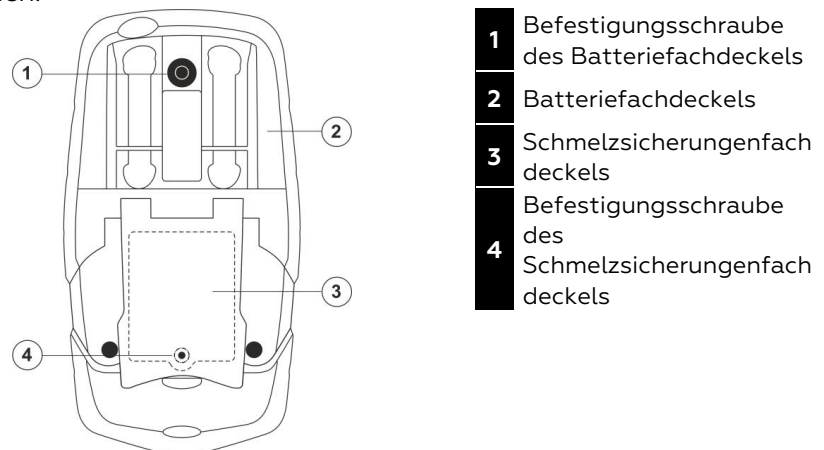

Fig. 10: Ersatz der Batterien und der inneren Schmelzsicherungen
3. Schrauben Sie die Befestigungsschraube des Batteriefachdeckels (siehe Fig. 10 – Teil 1) auf der hinteren Oberseite des Gerätes auf und entfernen Sie den Deckel.
2. Schrauben Sie die Befestigungsschraube des Schmelzsicherungenfachdeckels unter dem Ständer des Gerätes (siehe Fig. 10 – Teil 4) auf und entfernen Sie den Deckel.